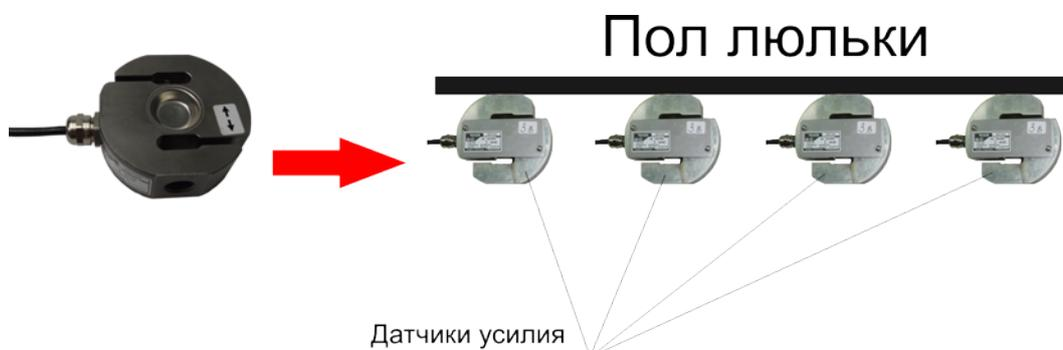

Рис. 5
6.5. Датчик веса груза представляет собой прибор, преобразующий суммарный вес от массы поднимаемого груза и собственной массы пола люльки в электрический сигнал. В данной модификации АС-АОГ-01м+ датчик веса состоит из металлической плиты (пола), установленной на четырёх датчиках усилия, Рис.5, сигналы которых суммируются.